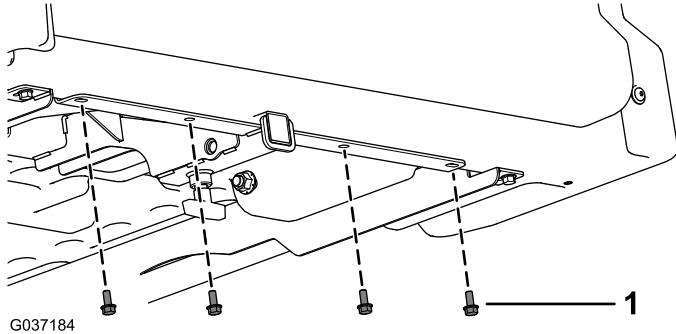

Bild 2
1. Entfernen Sie die vier vorhandenen Sechskantbundschrauben (5/16" x 3/4") an der Unterseite der Ladepritsche (Bild 2).